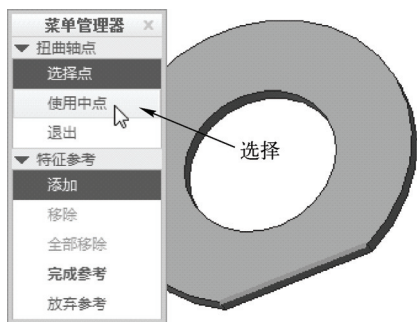

图 13-30 选择“使用中点”选项
STEP 05 弹出“扭曲轴点”菜单管理器, 选择“使用 midpoint”选项, 如图 13-30 所示。